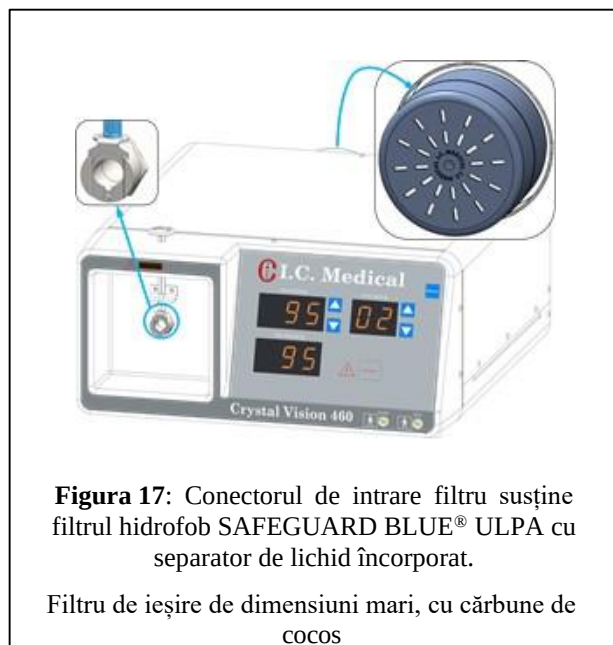

Figura 17: Conectorul de intrare filtru susține filtrul hidrofof **SAFEGUARD BLUE®** ULPA cu separator de lichid încorporat.
10. **CONECTORUL DE INTRARE FILTRU** (Figura 17) susține filtrul hidrofof **SAFEGUARD BLUE®** ULPA cu separator de lichid încorporat. Inelul metalic trebuie apăsat în jos pentru a elibera filtrul hidrofof **SAFEGUARD BLUE®** ULPA cu separator de lichid încorporat. Înlocuiți capacul de la extremitatea filtrului hidrofof **SAFEGUARD BLUE®** ULPA cu separator de lichid încorporat atunci când acesta nu este în uz. Înlocuiți filtrul hidrofof **SAFEGUARD BLUE®** ULPA cu separator de lichid încorporat atunci când se aprinde indicatorul ÎNLOCUIRE FILTRU.
11. **CONNECTOR FILTRU DE IEȘIRE de dimensiuni mari, cu cărbune de cocos (conectorul nu este figurat)** (Figura 17). CONNECTORUL FILTRULUI DE IEȘIRE de dimensiuni mari, cu cărbune de cocos este amplasat pe panoul din spate al unității CRYSTAL VISION® și susține filtrul de ieșire de dimensiuni mari, cu cărbune de cocos. Filtrul de ieșire de dimensiuni mari, cu cărbune de cocos poate fi reutilizat de câteva ori. Filtrul de ieșire de dimensiuni mari, cu cărbune de cocos are o durată de viață de trei luni. Filtrul de ieșire de dimensiuni mari, cu cărbune de cocos asigură controlul mirosurilor și reduce zgomotul de funcționare a pompei de vid.